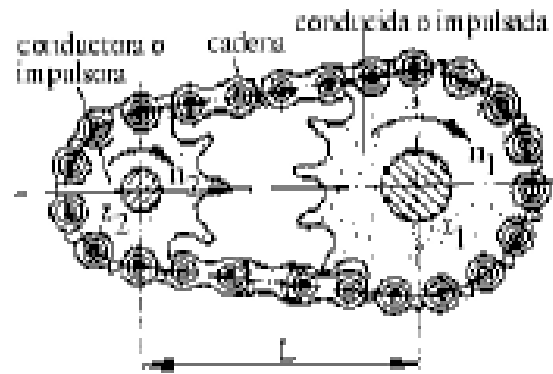

Fig.4.2
- b) Engranajes de acción indirecta: cuando accionan uno sobre otro a través de un vínculo intermedio o auxiliar, como es el caso de los engranajes a cadena que se muestra en la figura (Fig.4.2), donde z_1 es la rueda conductora o motora, la cual se encuentra montada sobre un eje motor y transmite el movimiento a la rueda conducida z_2 a través de la cadena. Caso de las bicicletas, donde la rueda de menor diámetro se denomina generalmente piñón. A su vez, los engranajes de acción directa, según sean las posiciones de sus ejes, pueden presentar los siguientes casos: 1- sus ejes son paralelos; 2- sus ejes se cortan; 3- sus ejes se cruzan; 4- engranajes de rueda y tornillo sinfín.